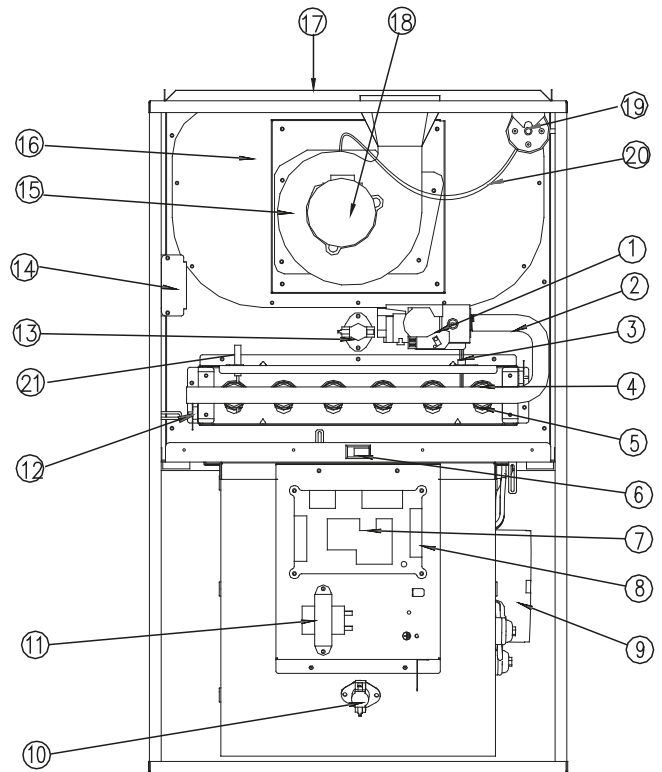

Fig . 34
- Las piezas están disponibles a través de su distribuidor. (Ver Fig. 34).